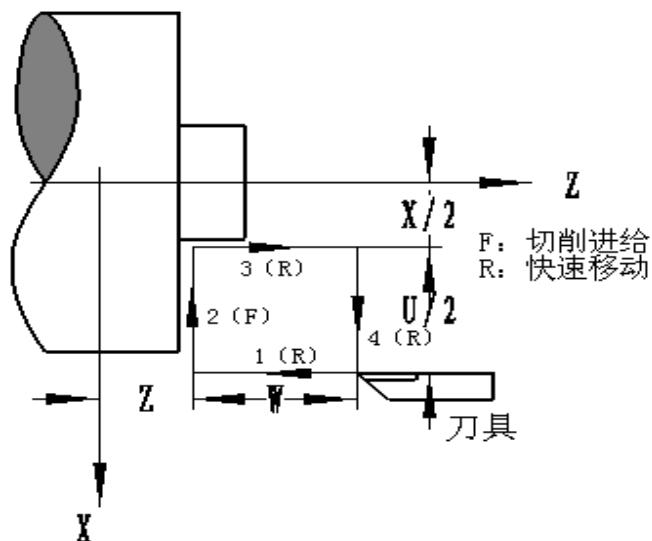
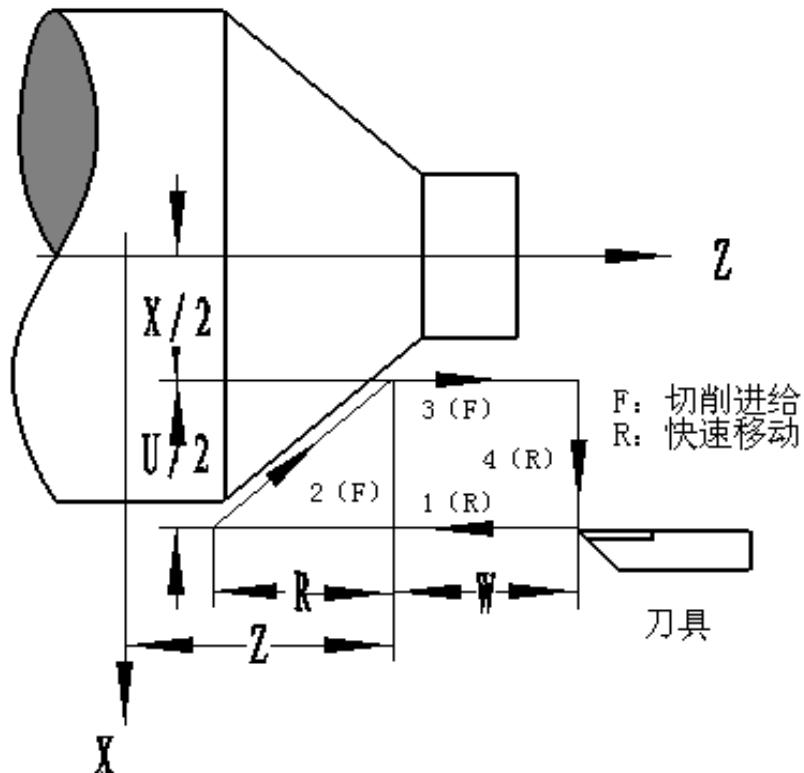

图 2-18
图 2-19
**指令格式:** G94 X (U) \_ Z(W) \_ R \_ F \_ ;
**功能说明:** G94 指令可实现端面以及锥度端面的单一循环加工, 循环完毕后刀具返回起刀点位置 (轨迹 1 的起点), 如图 2-18 和图 2-19。图中 (F) 线段表示切削进给, (R) 线段表示快速移动。
**G94 X (U) \_ Z(W) \_ F \_ ;**